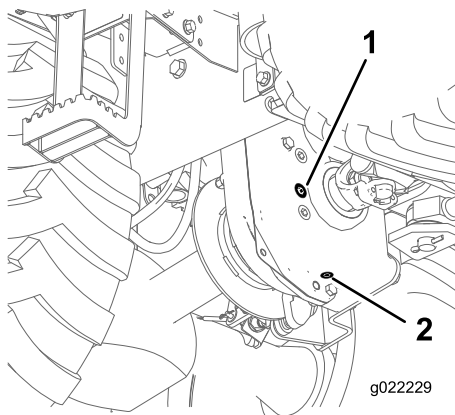

Figure 34
2. Nettoyez la surface autour du bouchon de remplissage avec un solvant de nettoyage (Figure 34).